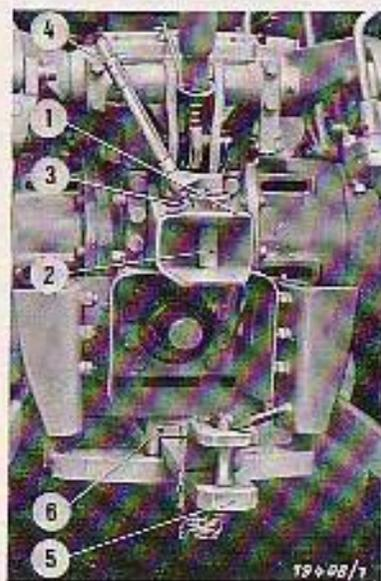

Bild 57
Das Zugpendel ⑤ Bild 57 ist unter dem Schlepperrumpf schwenkbar aufgehängt und erleichtert dadurch die Kurvenfahrt mit angehängtem Gerät. Zur einseitigen Anhängung oder bei Verwendung zapfwellengetriebener Geräte kann der Schwenkbereich reduziert oder das Pendel festgelegt werden ⑥.